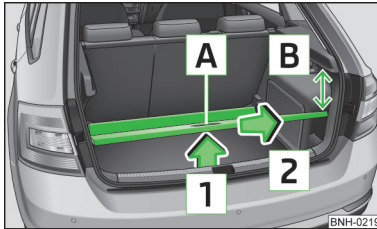

Abb. 86
- Den variablen Ladeboden am Griff **A** » Abb. 86 fassen.
- Beim Herausnehmen bzw. Einsetzen des variablen Ladebodens ist der Maximalabstand von 15 cm **B** » Abb. 86 unterhalb der Gepäckraumabdeckung einzuhalten - es besteht die Beschädigungsgefahr der Gepäckraumklappendichtung.